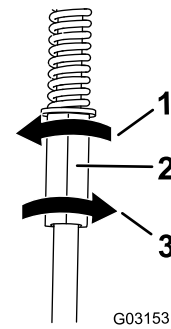

Figura 52
4. Gire la varilla de control izquierda en incrementos de un cuarto de vuelta hasta que la máquina avance en línea recta (Figura 52).